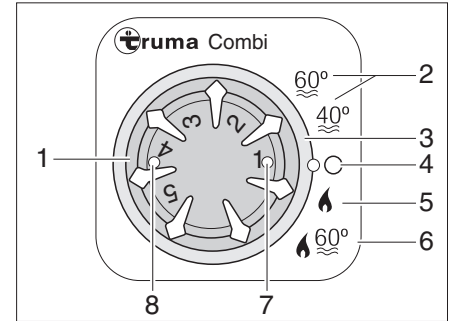

Fig. 82 Unidad de mando para la calefacción/caldera
- ▶ Seleccionar el modo de funcionamiento con el interruptor giratorio (Fig. 82,3).
En el modo de funcionamiento "Calefacción y caldera" (Fig. 82,6) se calienta también el agua en la caldera. La calefacción puede utilizarse en el modo de funcionamiento "Calefacción sin caldera" (Fig. 82,5) con la caldera vacía.
- ▶ Poner el botón giratorio de temperatura (Fig. 82,1) de la unidad de mando en el nivel de calefacción deseado.
- ▶ Poner el interruptor giratorio (Fig. 82,3) en modo de invierno "Calefacción sin caldera"
(Fig. 82,5) o en modo de invierno "Calefacción y caldera" (Fig. 82,6).
La luz de control verde (Fig. 82,7) se enciende. El ventilador de circulación de aire se conecta automáticamente cuando la calefacción se pone en funcionamiento.
- ▶ Ajustar el interruptor giratorio (Fig. 82,3) en "O" (Fig. 82,4).